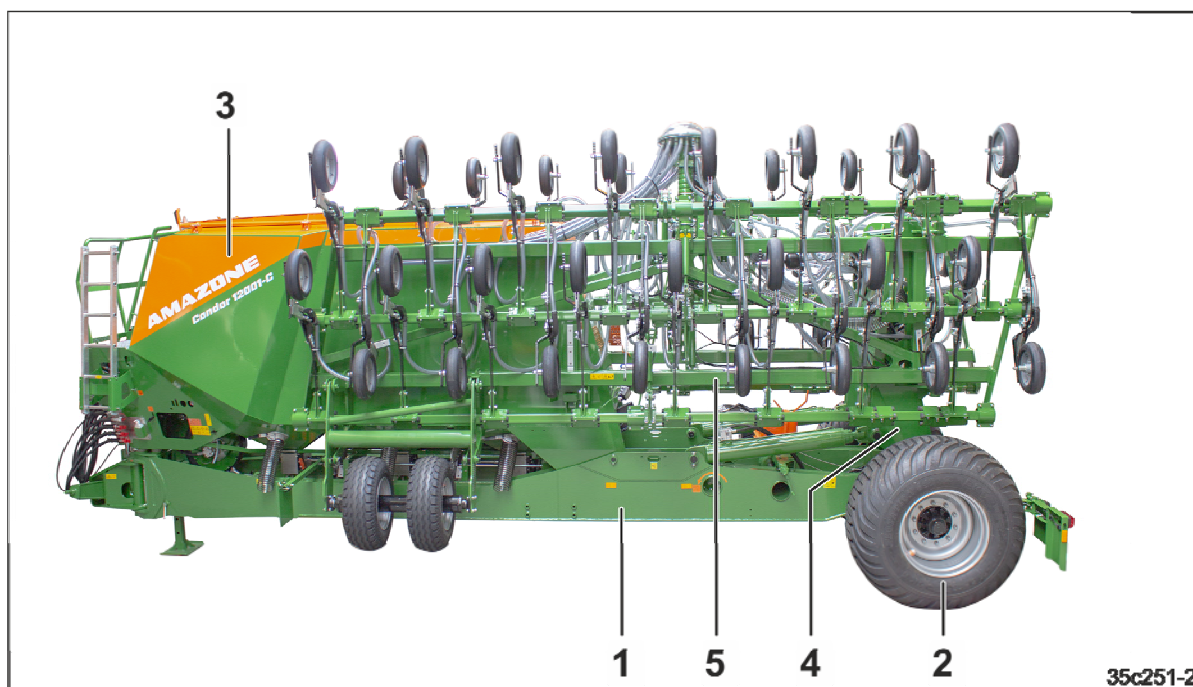

Bild 38
- en huvudram (Bild 38/1) med integrerat chassi (Bild 38/2) och förrädsbehållare (Bild 38/3).
- en fällbar bakre ram (Bild 38/4)
- två maskinarmar (Bild 38/5) som kan fällas in vid transport.